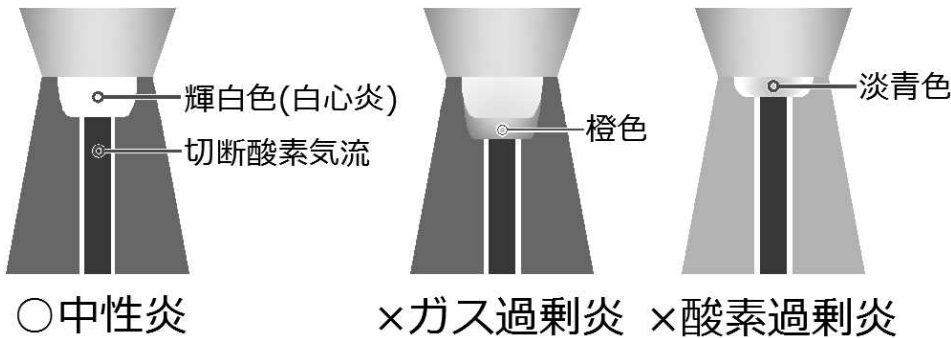

図10
- ①点火前に切断酸素バルブ、予熱酸素バルブ、燃料ガスバルブが閉じていることを確認してください。
- ②燃料ガスバルブを1/2回転程度開き、直ちに専用の点火ライターで点火してください。このとき、火炎が火口先端部以外で着火していないことを確認してください。
- ③予熱酸素バルブを少しずつ開いてください。その後、燃料ガスバルブおよび予熱酸素バルブによる微調整を行い、白心炎の長さが5～6mmの図10の中性炎にしてください。炎の形状が不自然であれば、5.操作方法 5-2切断作業 6)消火の手順で消火した後、5.操作方法 5-1切断準備作業 4)火口の掃除の手順で火口を掃除してください。掃除しても直らない場合は、新しい火口に交換してください。
- ④切断酸素バルブを全開にしても中性炎であることを確認してください。火炎が変わるようであれば、再度燃料ガスバルブ、予熱酸素バルブをそれぞれ操作して適正な中性炎に調整して下さい。